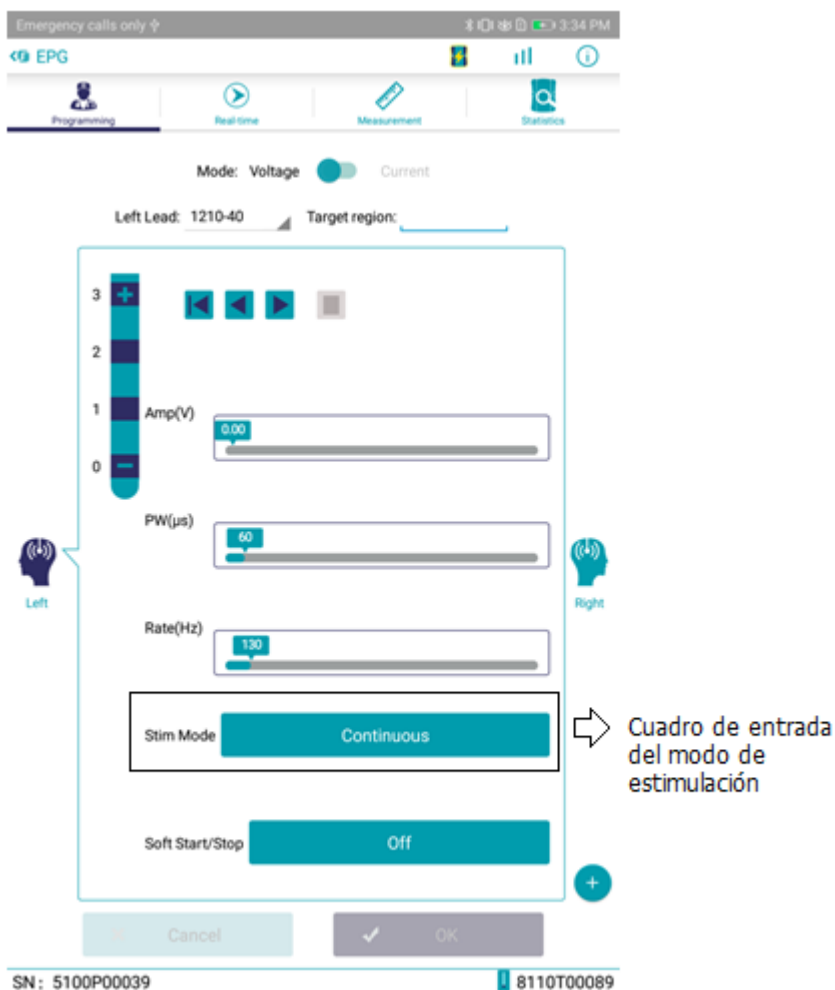

FIGURA 26: Cuadro de entrada del modo de estimulación\*
1) Haga clic en el cuadro de entrada Modo de estimulación (Figura 26).